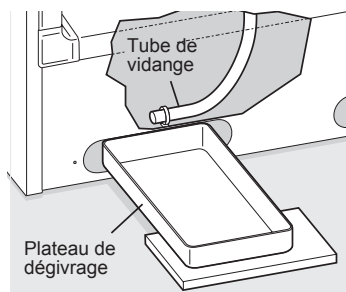

figure 1
- Placez un récipient peu profond sous le tube de vidange. L'eau de dégivrage s'écoulera. Vérifiez de temps en temps le récipient pour que l'eau ne déborde pas (voir figure 1).